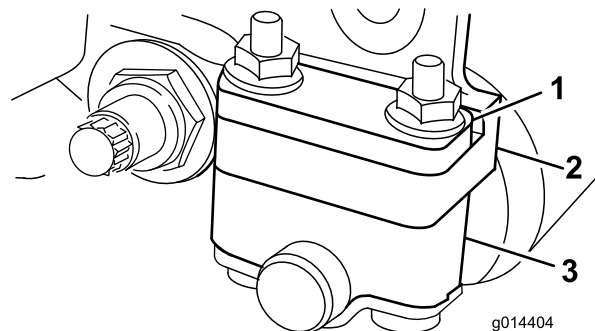
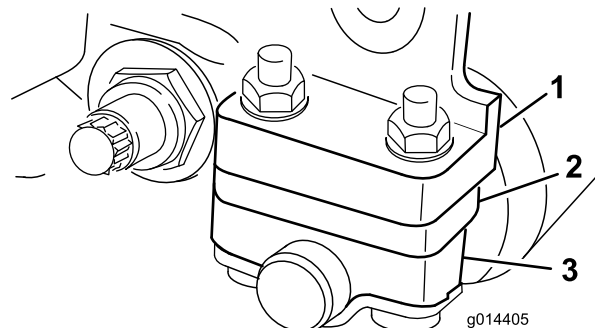

图11
图12
根据您想要的剪草高度范围需要将后滚筒支架 图11 或 图12 调整到较低或较高的位置
- 如 图11 所示当剪草高度设置介于 1.56mm 之间时将隔片放在侧板安装法兰的上方出厂设置。
- 如 图12 所示当剪草高度设置介于 3.25mm 之间时将隔片放在侧板安装法兰的下方出厂设置。
4. 需要时将隔片放入滚筒支架上方或下方的螺丝上 图11 或 图12。